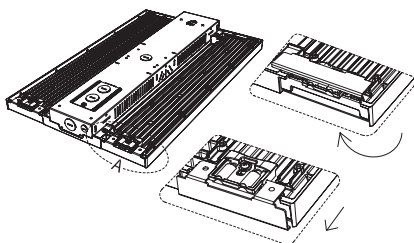

Figure 1
1. Poussez le loquet de retenue avec votre doigt pour ouvrir la plaque de retenue de la lentille de manière rotative afin qu'elle tombe dans la fente du dissipateur thermique. (Figure 1)